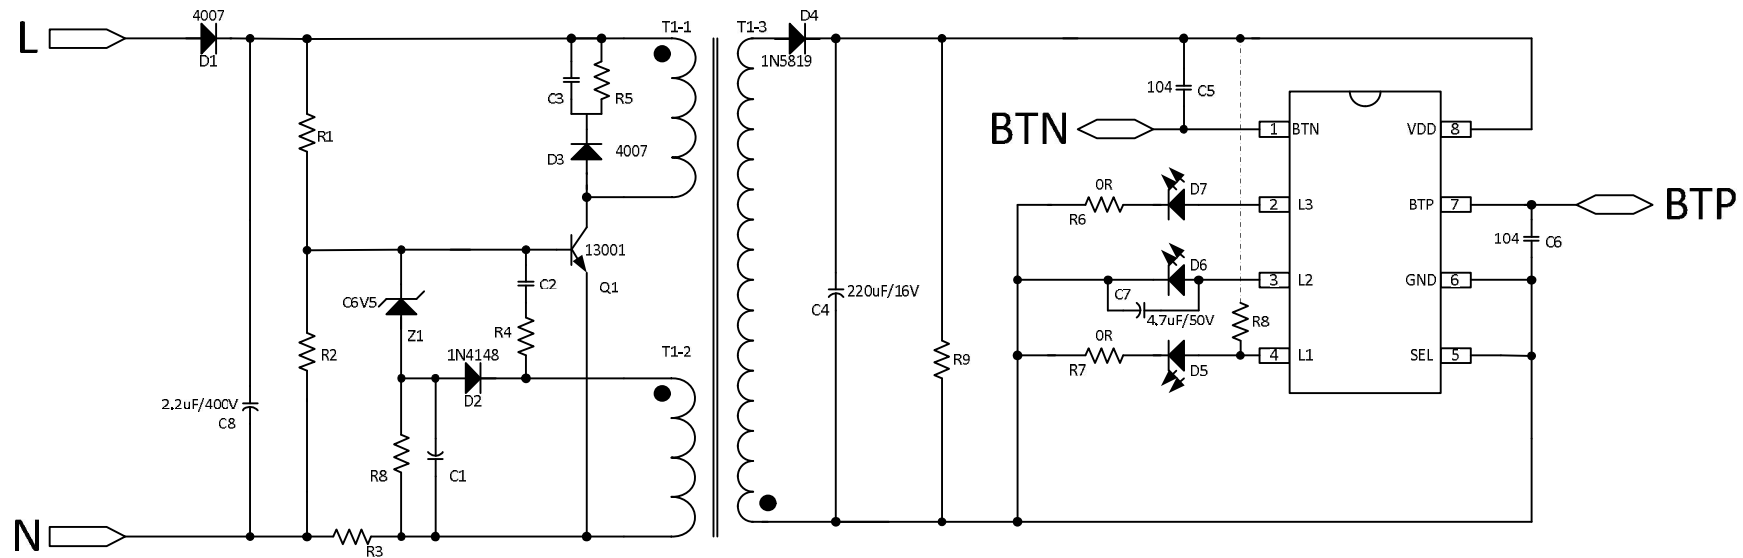

图 5 七彩模式典型应用线路图
5、图 5 中电阻 R8 的作用是用于调整 L1 端电压，当基准 LED 灯 D5 电压过低时，可通过调节 R8 的阻值，输出空载电压调整到 4.15V 左右，实际饱和电压大于空载电压。如果通过 R8 上拉电阻调整空载电压值，当发生短路时，基准指示灯 L1 不再熄灭，原因是该端口内置的下拉管电流能力不足，不能再上拉电阻存在的时候将该端口电压拉到低电平。另外可通过调整 R7 电阻的阻值调整基准电压值，通过这种方法不会出现电池短路后基准灯 L1 不熄灭的现象。